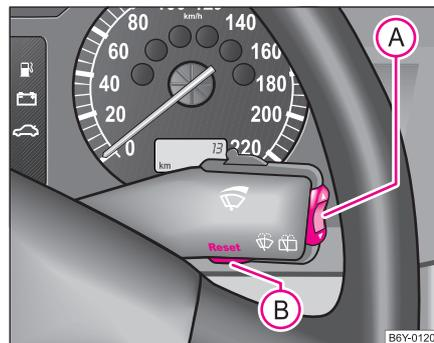

Abb. 7 Multifunktionsanzeige: Bedienungselemente
Das Umschalten der Speicher erfolgt mit der Taste (B) ⇒ Abb. 7.
Die Wipptaste (A) und die Taste (B) befinden sich im Griff des Scheibenwischerhebels ⇒ Abb. 7.
Wenn Sie den durchschnittlichen Kraftstoffverbrauch für einen bestimmten Zeitraum ermitteln wollen, müssen Sie den Speicher bei neuem Messbeginn mit der Taste **(B)** ⇒ Seite 18, Abb. 7 löschen. Nach dem Löschen erscheinen im Display auf den ersten 300 Metern Fahrstrecke Striche.
Im Display erscheint die Fahrzeit, die seit dem letzten Löschen des Speichers ⇒ Seite 17 vergangen ist. Wenn Sie die Fahrzeit ab einem bestimmten Zeitpunkt zählen möchten, so löschen Sie den Speicher zu diesem Zeitpunkt durch Drücken der Taste **(B)** ⇒ Seite 18, Abb. 7.
Im Display erscheint die zurückgelegte Fahrstrecke, die seit dem letzten Löschen des Speichers ⇒ Seite 17 vergangen ist. Wenn Sie die zurückgelegte Fahrstrecke ab einem bestimmten Zeitpunkt zählen möchten, so löschen Sie den Speicher zu diesem Zeitpunkt durch Drücken der Taste **(B)** ⇒ Seite 18, Abb. 7.
Im Display wird die durchschnittliche Geschwindigkeit in km/h seit dem letzten Löschen des Speichers angezeigt ⇒ Seite 17. Wenn Sie die durchschnittliche Geschwindigkeit für einen bestimmten Zeitraum ermitteln wollen, müssen Sie den Speicher bei neuem Messbeginn mit der Taste **(B)** ⇒ Seite 18, Abb. 7 löschen.